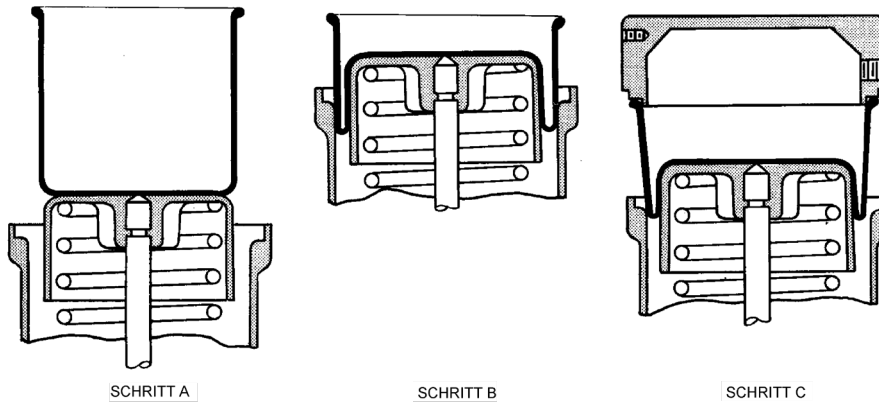

Abbildung 7 – Methode 1
- I-1. Die Membran (40) oben am Kolben (43) zentrieren und festkleben (siehe Abbildung 7 – Methode 1, Schritt A).
- J-1. Membran (40) nun im Federgehäuse (38) soweit abrollen, bis die Membran teilweise im Federgehäuse anliegt (siehe Abbildung 7 – Methode 1, Schritt B).